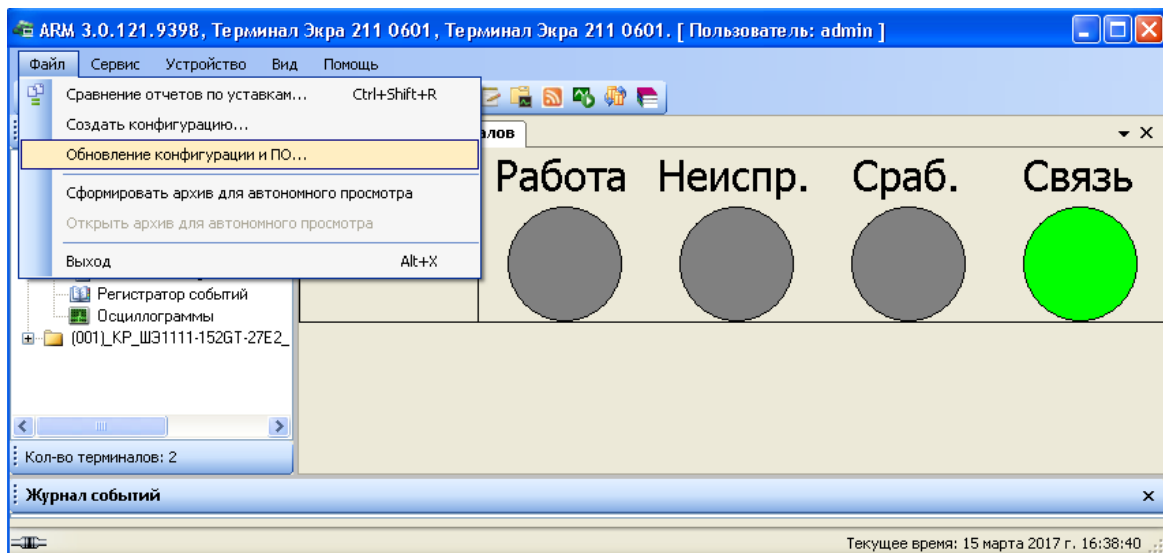
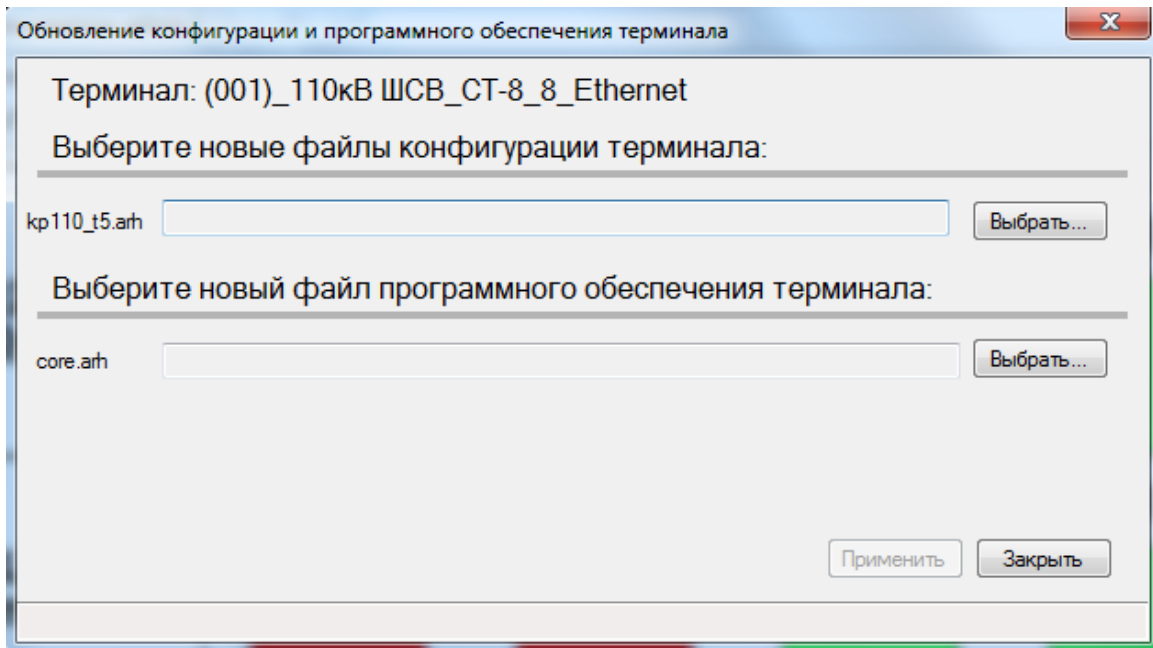

Рисунок 5.1
Рисунок 5.2
5.2.3 Замена программы осуществляется через пункт меню **Файл** → **Обновление конфигурации и ПО...**. При выборе этого пункта (см. рисунок 5.1) отображается диалоговое окно (см. рисунок 5.2).
5.2.4 В появившемся диалоговом окне (рисунок 5.2) указать путь к папке, где лежит файл **core.arh**, и подтвердить выбор нажатием **Открыть**. Если версия выбранного файла некорректная, то в диалоговом окне появится соответствующая запись.